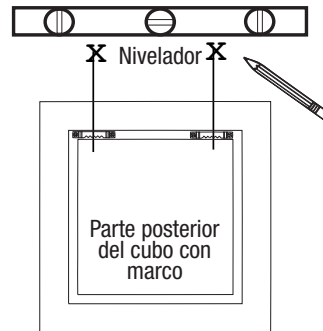

Figura 1
**PASO 1:** Seleccione las áreas de instalación y marque las ubicaciones de los ojos de la cerradura sobre la pared a la distancia correcta. Utilice un nivelador para asegurar que las repisas estén derechas como se muestra en la **Figura 1**.